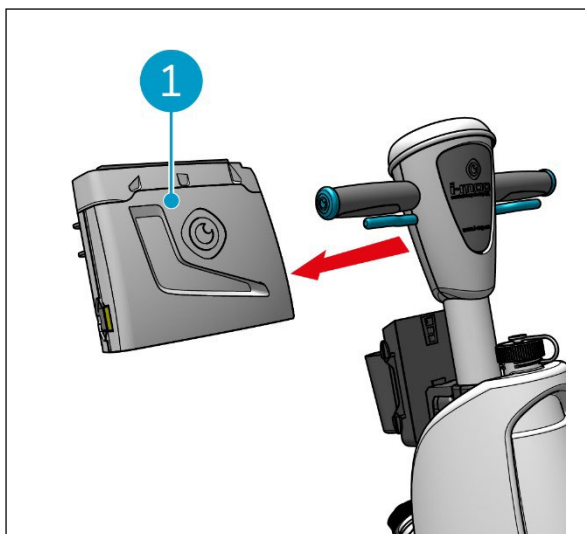

Figura 47
6. Separe el controlador del mango (Figura 47, pos. 1) de la i-mop XL.